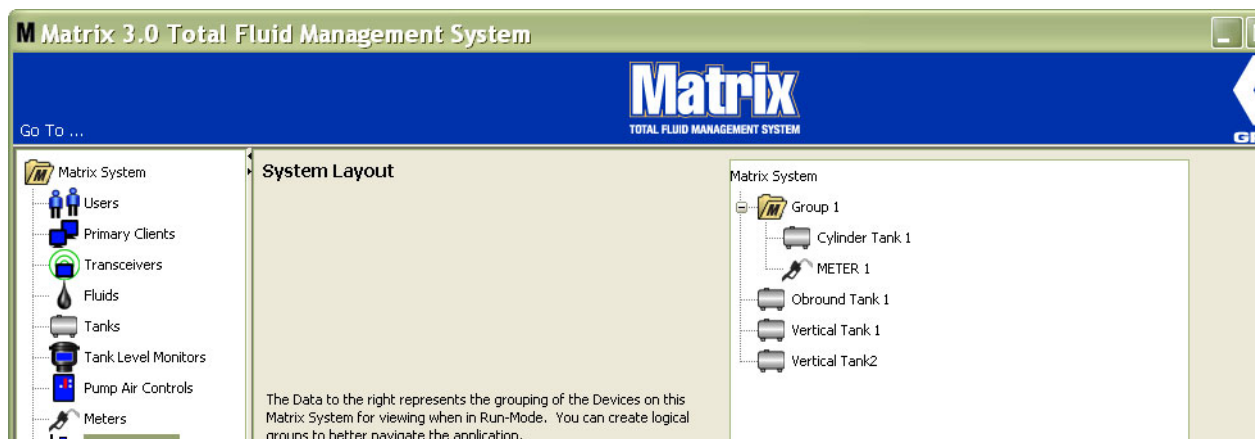

Рис. 132
12. После создания или внесения изменений в папки групп нажмите кнопку «ОК» [OK], чтобы закрыть окно и сохранить изменения. Созданная группа(-ы) отображается в столбце «Matrix System» [Система Matrix] (Рис. 132).